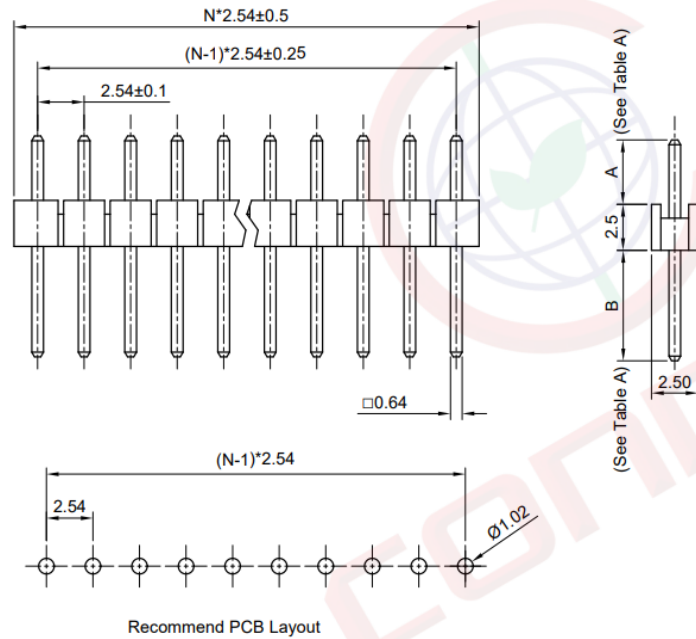

Рисунок 3.16 – Параметры корпуса электрического соединителя PLS
В следующем окне задайте параметры посадочного места PLS20 в соответствии с теми, которые указаны в технической документации: <https://static.chipdip.ru/lib/977/DOC005977245.pdf>. Компонент PLS-20 содержит 20 контактов, расположенных в один ряд. Соответственно в первый параметр **Рядов контактов** необходимо записать **1**, а во второй **Колонок контактов** **20**. **Длина компонента (BL)** в соответствии с технической документацией (рисунок 3.16) задается выражением $(2,54N \pm 0,5)$, где N – количество контактов. Подставив в выражение количество контактов равное 20, получите значение $50,8 \text{ мм} \pm 0,5 \text{ мм}$.